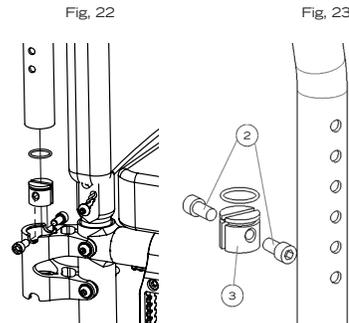

Fig. 22
- Estraiete il bracciolo del ricevitore (1) (Fig. 22).